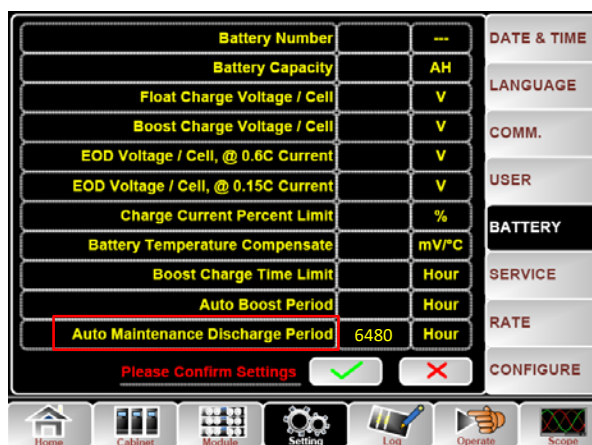

Рис. 4-4 Установка периода автоматического обслуживания батареи при разрядке
- (b) Установите срок автоматического разряда батареи. Введите страницу «BATTERY (БАТАРЕЯ)» в меню «Настройка» (см. рис. 4-4). Установите период времени в позиции «Срок автоматического обслуживания батареи при разрядке» и подтвердите данное действие.